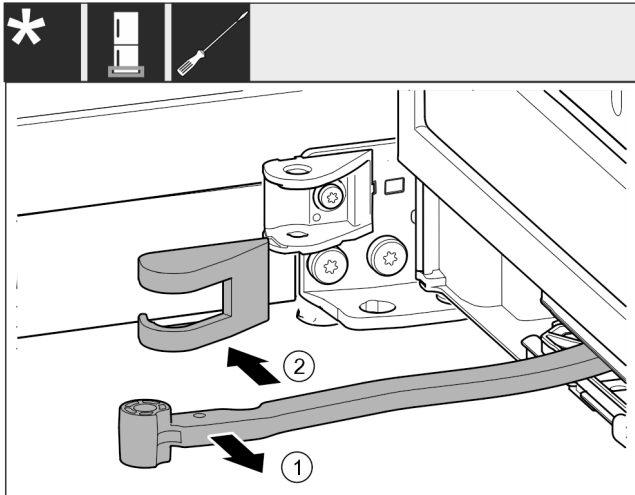

Fig. 16
- ▶ 将铰链转向门的方向。 Fig. 16 (1)
- ▶ 移除托架盖。 Fig. 16 (2)